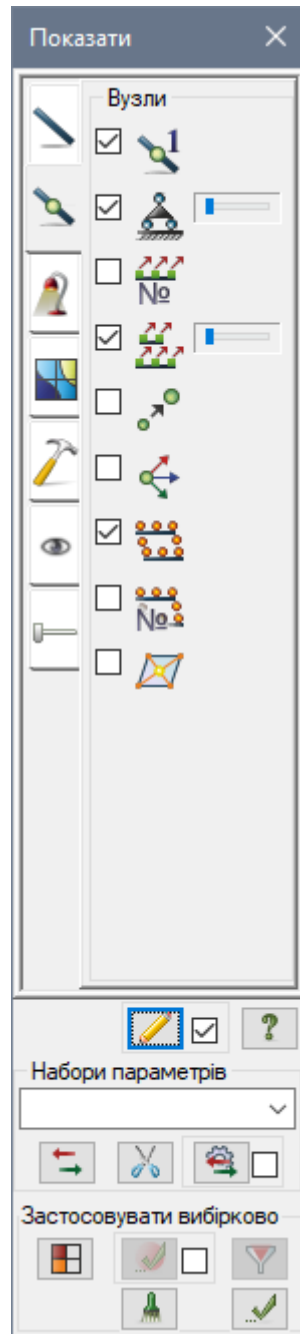

Рис. 3.4. Діалогове вікно Показати
- В діалоговому вікні **Показати** (рис. 3.4) при активній закладці **Елементи** встановіть прапорець **Номери елементів**.